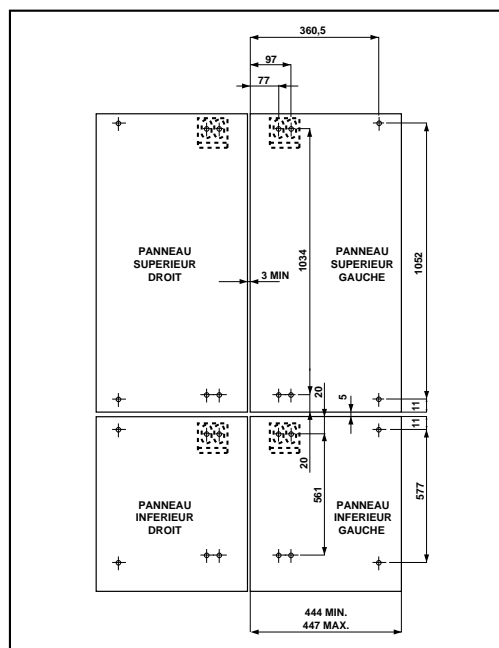

Fig. 5
- Percer les panneaux, comme cela est illustré sur le schéma, et fixer les appliques d'entraînement (Fig. 5).